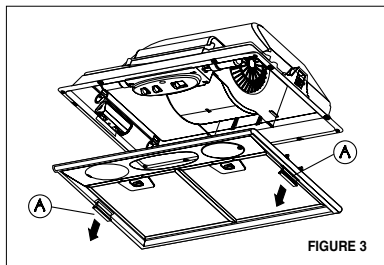

FIGURE 3
3. Retirer le bas de la hotte en tirant sur les pattes grises (**A de la FIGURE 3**) qui se trouvent sur les deux côtés.
6. Remplacer le bas de la hotte et appuyer sur les pattes grises (**A de la FIGURE 3**).